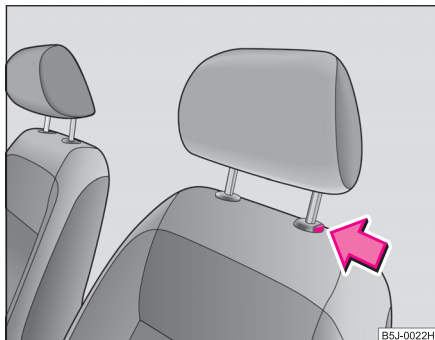

Abb. 51 Kopfstütze herausziehen
- Möchten Sie die Kopfstütze nach unten verschieben, müssen Sie die Sicherungstaste drücken ⇒ Seite 74, Abb. 51 und mit der anderen Hand die Kopfstütze nach unten drücken.
- Drücken Sie die Sicherungstaste in Pfeilrichtung ⇒ Seite 74, Abb. 51 und ziehen Sie die Kopfstütze heraus.